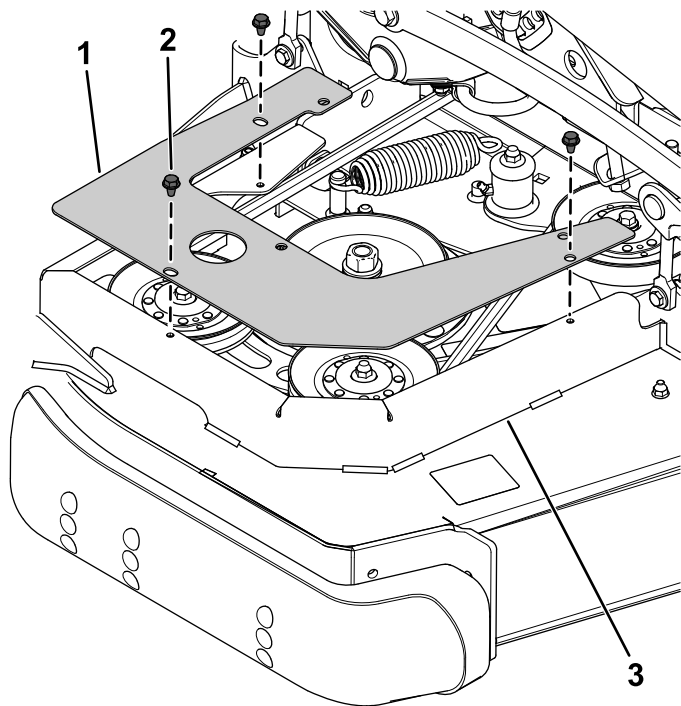

Figura 3
1. Prenda o resguardo de montagem da polia direita ao resguardo da correia utilizando os três parafusos autorroscantes removidos (Figura 3).